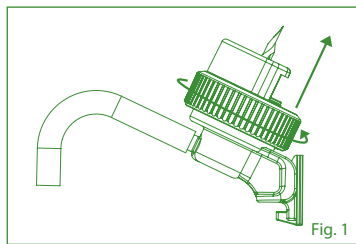

Fig. 1
1. Remove bottle lock (Fig. 1).
1. Entfernen Sie den Flaschen Verschlussring (Abb. 1).
1. Retirez l'écrou pour fixer la bouteille (Fig. 1).